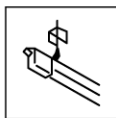

Рис. 1
- присоедините скобки к монтажной поверхности винтами (рис. 1), при этом используйте